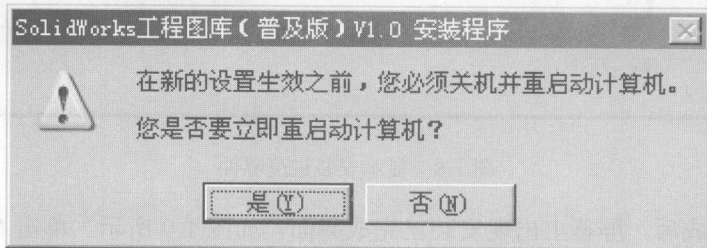

图 1-11 重启计算机提示界面
(10) 最后,安装程序提示您需重新启动计算机,如图 1-11 所示。要使“SolidWorks 工程图库(普及版)V1.0”正常运行,则必须要重新启动计算机。